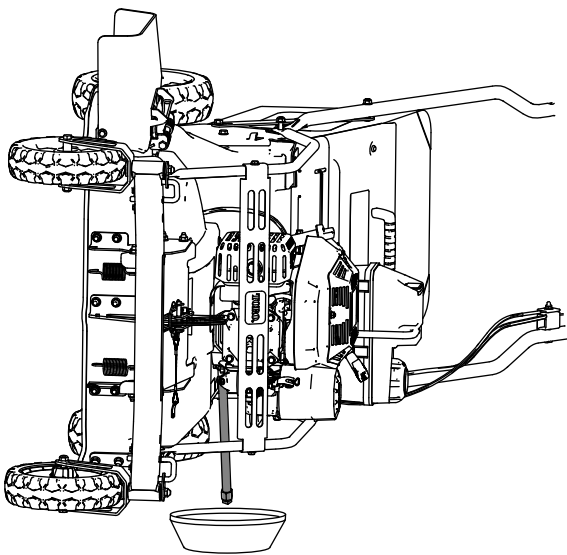

Figura 25
4. Ponga la máquina de lado con el tubo de vaciado de aceite hacia abajo para vaciar el aceite usado (Figura 25).